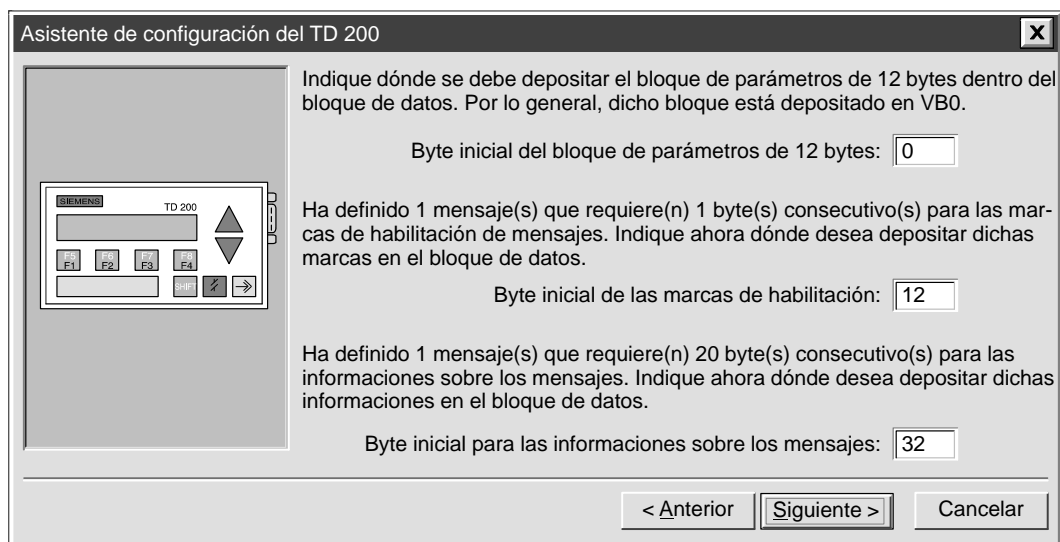
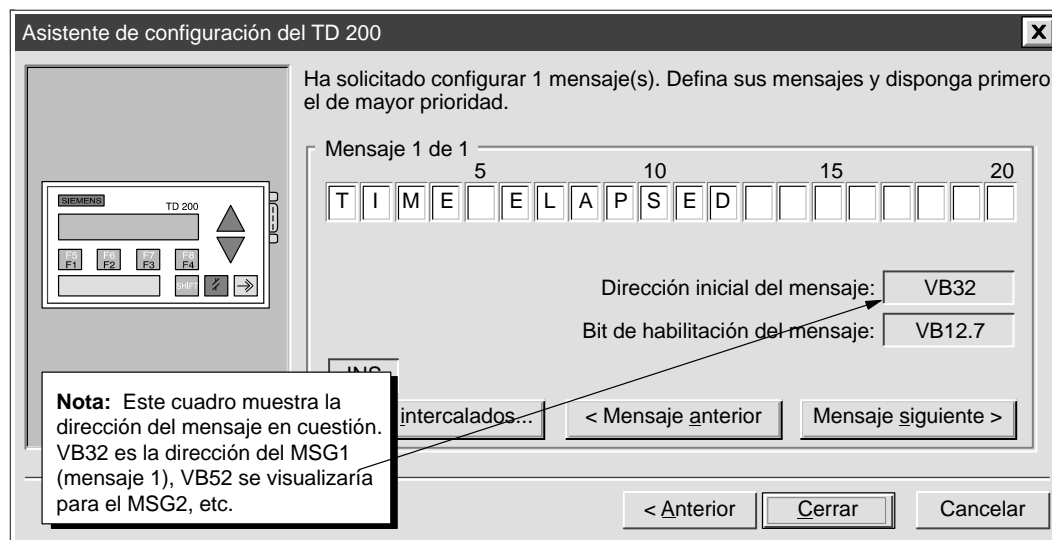

Figura 5-8 Direcciones del bloque de parámetros, de las marcas de habilitación y de las informaciones sobre los mensajes del TD 200
Figura 5-9 Cuadro de diálogo para configurar los mensajes del TD 200
En el cuadro de diálogo que muestra la figura 5-8 se pueden indicar las direcciones del bloque de parámetros, de las marcas de habilitación de mensajes y de las informaciones sobre los mensajes.
- El TD 200 busca siempre un identificador del bloque de parámetros en el offset configurado en la CPU. Utilice el primer cuadro de texto para indicar la dirección del bloque de parámetros (sólo si desea cambiar la dirección estándar). El valor (TD) se escribe en los bytes 0 y 1 del bloque de parámetros.
- Por último, indique una dirección inicial en la memoria V donde se deban depositar los mensajes en bytes consecutivos. (32 es sólo un valor estándar). La dirección indicada se escribirá en los bytes 6 y 7 del bloque de parámetros. En el cuadro de diálogo que muestra la figura 5-8 se indican los bytes necesarios conforme a la cantidad de mensajes determinada antes. Recuerde que cada mensaje de 20 caracteres utiliza 20 bytes consecutivos de memoria V, en tanto que cada mensaje de 40 caracteres usa 40 bytes consecutivos.
El cuadro de diálogo que muestra la figura 5-9 permite crear los mensajes de 20 ó 40 caracteres indicados en la figura 5-8. Como muestra la figura 5-8, los mensajes se almacenan en la memoria V comenzando en la dirección indicada en la figura 5-9.